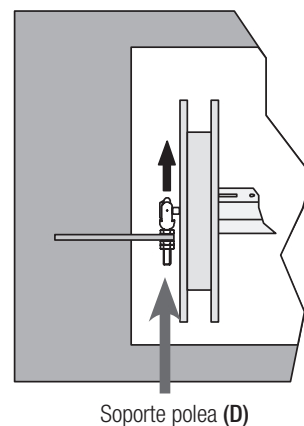

Fig. 4
3. Quite el soporte polea del anclaje (fig. 4 ref. D).